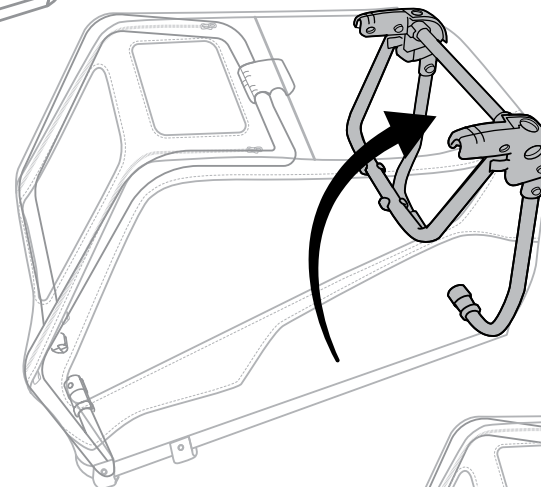

Abbildung 2
2. Das hintere Rahmenrohr zur Rückseite des Anhängers drehen (Abbildung 2).